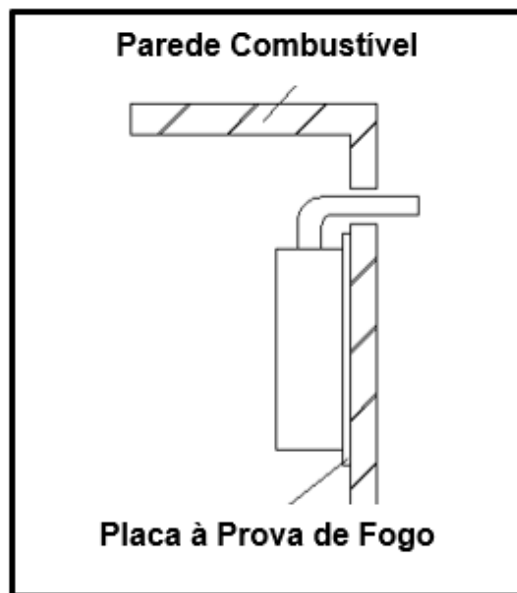

Fig. 8
- Quando os materiais das partes de instalação são combustíveis ou inflamáveis, deve-se usar uma placa à prova de fogo para isolar, a placa resistente a calor e a folga na parede devem ser superiores a 10 mm e o tamanho da placa resistente a calor deve ser 10 mm maior que a caixa do esquentador (Fig. 8).
4. A distância entre o tubo de exaustão e os materiais combustíveis deve ser superior a 150 mm. Se o tubo de exaustão precisar de atravessar os materiais combustíveis ou a parede, use o material de proteção térmica para revestir o tubo de exaustão com uma espessura superior a 20 mm. (Consulte a Fig.8)